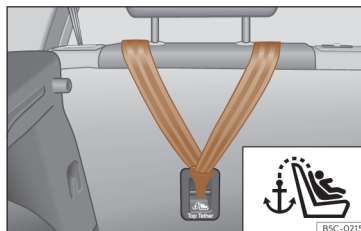

Fig. 38 Parte posterior dos bancos traseiros: fixação para o cinto Top Tether.
- Deslize a correia e fixe-a corretamente na fixação da parte posterior do encosto >>> **Fig. 38**.